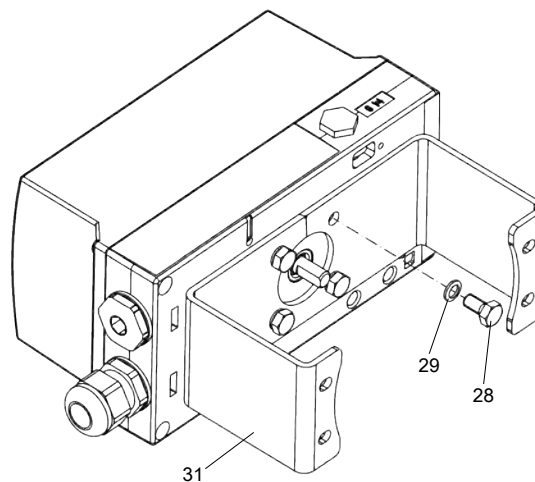
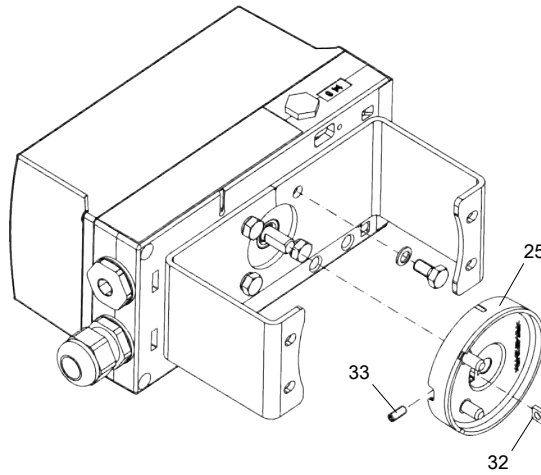

Abb. 18: Montage Stellungsregler auf Konsole
Abb. 19: Montage Kupplungsrad am Stellungsregler
1. Abb. 18: VDI/VDE 3845-Anbaukonsole ((31), antriebsspezifisch, Lieferumfang Antriebshersteller) an der Rückseite des Stellungsreglers aufsetzen und mit Sechskantschrauben (28) und Sicherungsscheiben (29) festschrauben.
2. Vierkantmutter (32) in das Kupplungsrad (25) einsetzen, Innensechskantschraube (33) in die Vierkantmutter (32) einschrauben.
3. Abb. 19: Kupplungsrad (25) bis Anschlag auf Stellungsreglerachse schieben, etwa 1 mm zurückziehen und Innensechskantschraube (33) mit dem mitgelieferten Innensechskantschlüssel (34) festziehen.